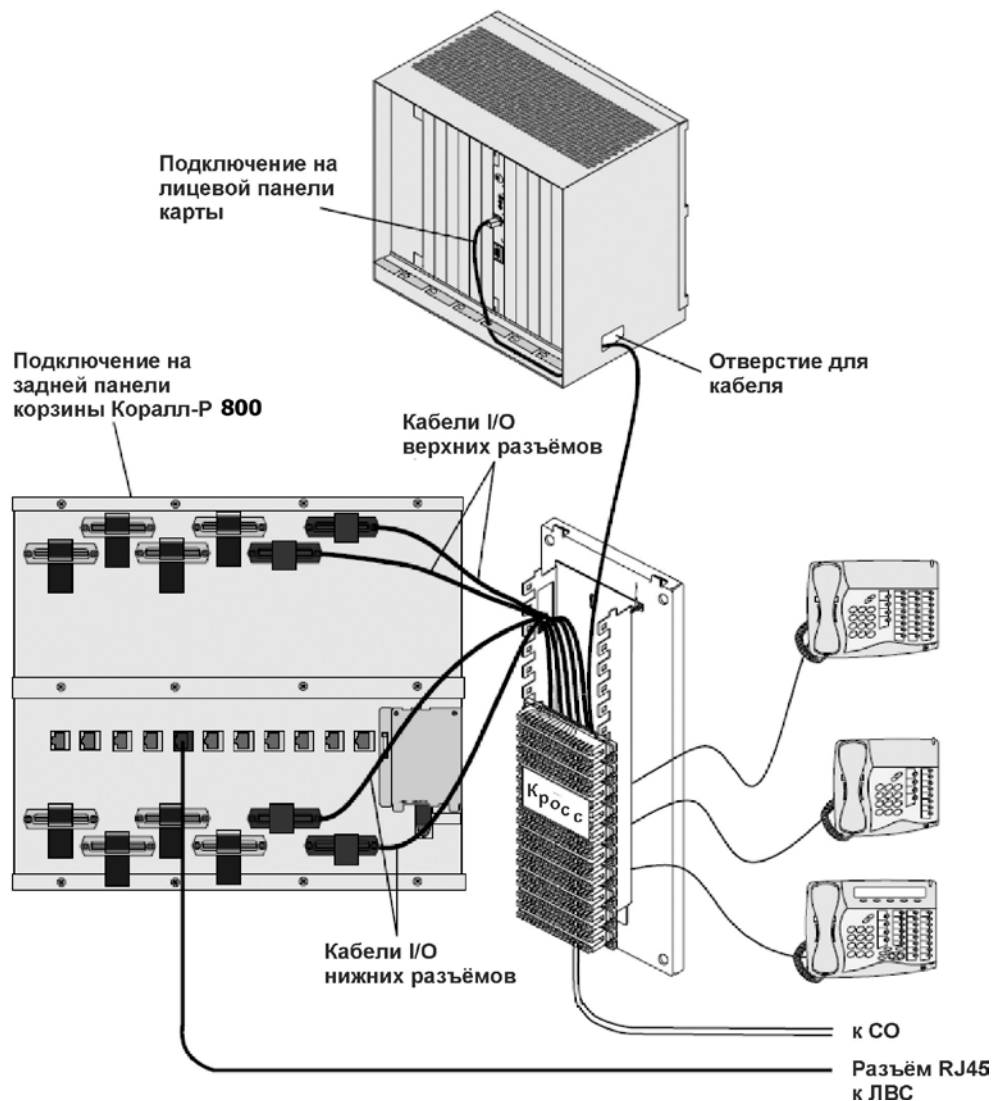

Рисунок 20. Подключение кабеля.
- г). Подключите разъем кабеля к УПАТС Коралл-Р 800, для этого осторожно и надежно защелкните петлю крепления разъема и нажмите на нее, окончательно закрепляя разъем кабеля в ответном разъеме ввода-вывода. (рисунок 20).